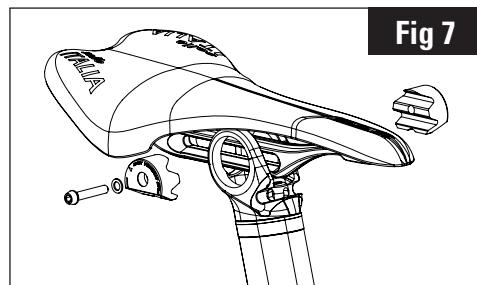

Fig 7
3. Rapprocher les deux brides supérieures (12) et visser la vis sans la serrer. (Fig.7)